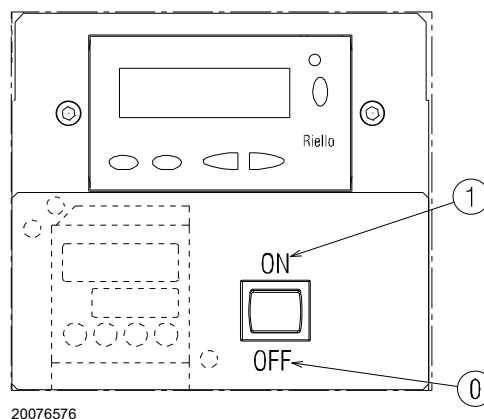

Fig. 26
Alimentare elettricamente il bruciatore attraverso il sezionatore sul quadro caldaia. Chiudere i termostati/pressostati e mettere l'interruttore di Fig. 26 in posizione “1/ON”.
- mettere l'interruttore di Fig. 26 in posizione “0/OFF” ed attendere che il controllo fiamma esegua la fase di spegnimento;
Il bruciatore è nello stato di attesa richiesta calore o il selettore "0-1" (Fig. 26 a pag. 31) è sulla posizione "0".